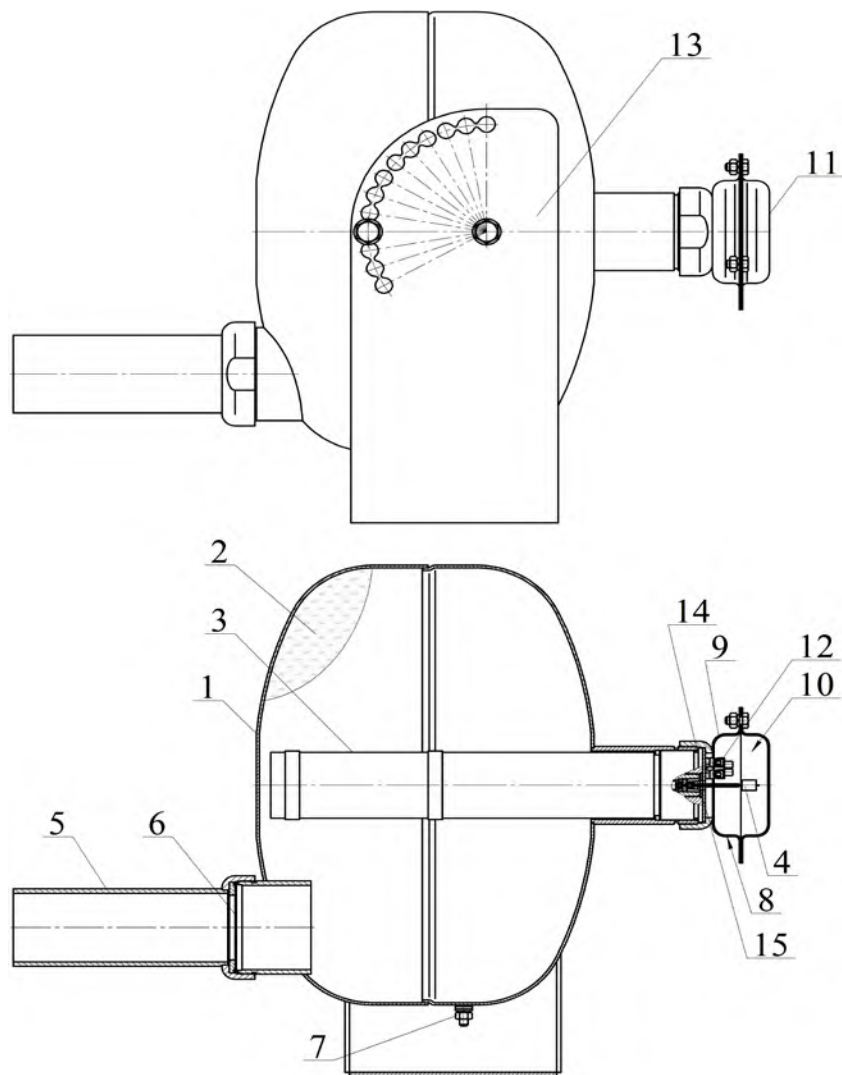

Рисунок 1
4.1.1 МПП (см. рисунок 1) состоит из корпуса **1**, в котором размещаются огнетушащий порошок (ОП) **2** и источник холодного газа (ИХГ) **3** с элементом электропусковым **4**. В передней части корпуса находится насадок-распылитель **5**, входное отверстие которого перекрыто мембраной **6**. Модуль имеет заземляющий зажим **7**. Монтажный кабель через отверстие **8** на фланце **9** входит во вводную коробку **10**, закрытую крышкой **11** и через за-
6.3 Закрепить кронштейн **13** (см. рисунок 1) на потолке, стене или иной несущей плоскости, расположенной под любым углом относительно поверхности пола. Координаты отверстий в кронштейне, предназначенном для крепления МПП, приведены на рисунке 2.